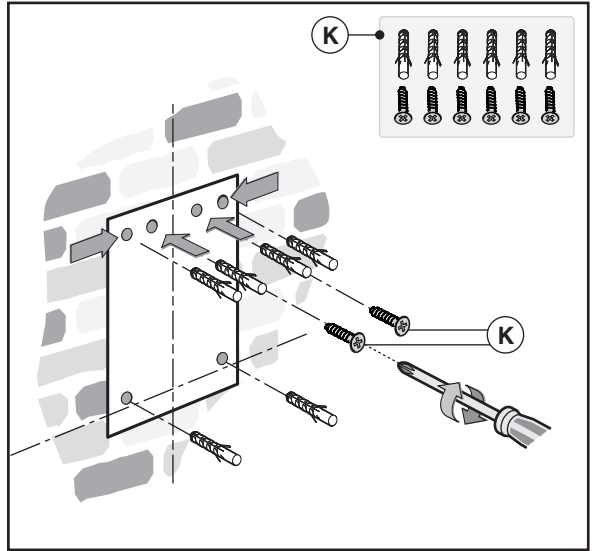

Fig.5
-Segnare ed eseguire i fori di fissaggio (Fig.5).
-Fissare le 2 viti superiori **K** senza avvitarle completamente e tasselli ad espansione (Fig.5).